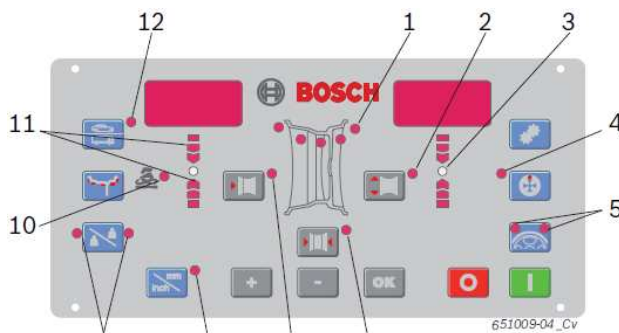

Рис. 4. Светодиоды на панели управления / поле индикации (позиции расшифровываются в нижеследующей таблице).
Благодаря светодиодам (рис. 4, поз. 1) отображаются положения плоскостей балансировки для каждой программы балансировки.
При выбранной программе балансировки **PAK** дополнительно светится светодиод **Рах** (рис. 4, поз. 10).
Расстояние между серединами ободов сдвоенных колес не отображается. Однако правильное принятие значения может контролироваться при помощи поз. 7 (рис. 4).
- Выберите установленное расстояние между серединами ободов при помощи клавиши «-» или «+» (рис. 4, поз. 7).
- Выберите установленный диаметр обода при помощи клавиши «-» или «+» (рис. 4, поз. 2).
2. Выберите установленное расстояние между серединами ободов сдвоенных колес при помощи кнопки «-» или «+» для расстояния между серединами ободов сдвоенных колес (рис.4, поз. 6).
Светодиоды в форме стрелки (рис. 4, поз. 11) указывают, в каком направлении следует поворачивать колесо, чтобы достичь положения «12 часов» для крепления балансировочного грузика.
- ⇒ Как только корректное положение для крепления балансировочного грузика будет достигнуто, загорается светодиод (рис. 4, поз. 3), и звуковой сигнал подтверждает корректное положение.
- ⇒ Загораются оба светодиода кнопки **SPLIT** («РАЗДЕЛЕНИЕ») (рис. 4, поз. 5).